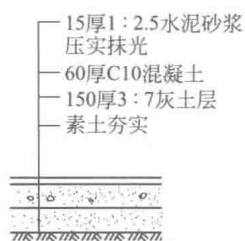

图 1-4 混凝土散水坡
(13) 散水坡 又称护坡,是指房屋周围保护墙基,分散雨水远离墙脚的保护层。定额中包括挖土、筑坡、填土夯实、垫层铺设和面层浇注等,其工程量按图示尺寸以 m^2 计算。图1-4为混凝土散水坡构造及做法示意图。
(14) 台阶 当建筑物室内地面与室外地面有高差时,为了便于使用,用砖、石、混凝土等筑成的逐级供人上下的设施。
(15) 室内主墙间净空面积 主墙间中心线间的面积扣除凸出地面的构筑物、设备基础、地沟、室内铁道等所占的面积后的剩余面积即为室内主墙间净空面积。在计算室内地面垫层工程量时常会用到这一概念。